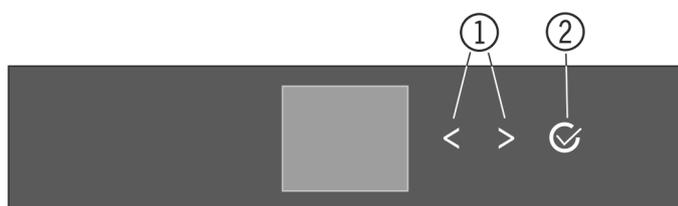
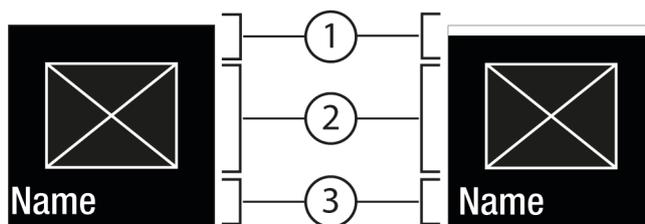
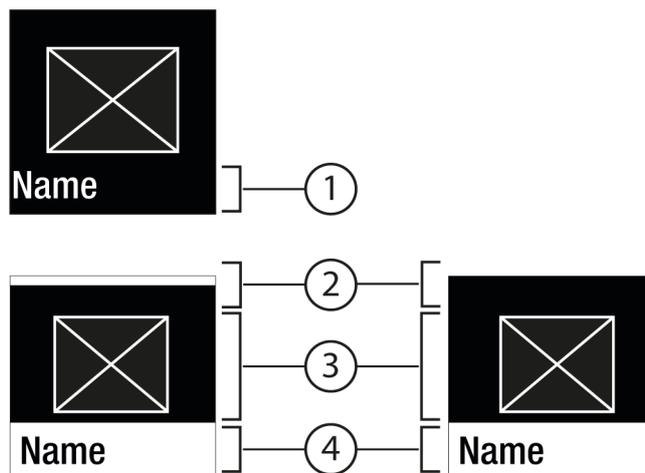

Fig. 5
Fig. 6
Fig. 7
(1) Flèche de navigation vers la gauche / droite
(2) Confirmer
Flèche de navigation vers la gauche / droite Fig. 5 (1) :
Confirmer Fig. 5 (2) :
- Naviguer avec la flèche de navigation vers la gauche / la droite Fig. 5 (1).
- Avec Confirmer Fig. 5 (2), appeler le sous-menu Fig. 7 (4).
- Régler une nouvelle valeur : Avec Confirmer Fig. 5 (2), sélectionner une valeur désactivée Fig. 6 (1).
- Retour au menu : Avec Confirmer Fig. 5 (2), sélectionner la valeur déjà activée Fig. 6 (2).
- ▶ Appuyer sur les flèches de navigation *Fig. 5 (1)* autant de fois que nécessaire pour afficher la fonction .
- ▶ Appuyer sur Confirmer *Fig. 5 (2)*.
- ▶ Appuyer sur les flèches de navigation *Fig. 5 (1)* autant de fois que nécessaire pour afficher la fonction.
- ▶ Sélectionner la valeur de réglage à l'aide des flèches de navigation *Fig. 5 (1)*.
- ▷ Status : activé *Fig. 6 (1)* s'affiche brièvement dans le sous-menu *Fig. 7 (4)*.
- ▶ Appuyer sur les flèches de navigation *Fig. 5 (1)* autant de fois que nécessaire jusqu'à ce que les réglages  s'affichent.
- ▶ Appuyer sur les flèches de navigation *Fig. 5 (1)* autant de fois que nécessaire pour afficher le réglage souhaité.
- ▶ Appuyer sur Confirmer *Fig. 5 (2)* et laisser enfoncé 3 secondes.